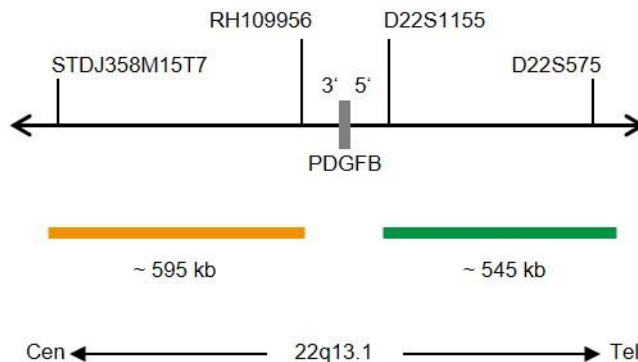

Abb. 1: SPEC PDGFB Sondenlokalisierung (nicht maßstabsgetreu)
- ZyGreen (Anregung 503 nm/Emission 528 nm) markierten Polynukleotiden (~10 ng/μl), die gegen Sequenzen in 22q13.1* (chr22:39,720,415-40,267,687) gerichtet sind, welche distal zur PDGFB-Bruchpunktregion lokalisiert sind (siehe Abb. 1).
- ZyOrange (Anregung 547 nm/Emission 572 nm) markierten Polynukleotiden (~4,5 ng/μl), die gegen Sequenzen in 22q13.1* (chr22:38,928,973-39,526,228) gerichtet sind, welche proximal zur PDGFB-Bruchpunktregion lokalisiert sind (siehe Abb. 1).